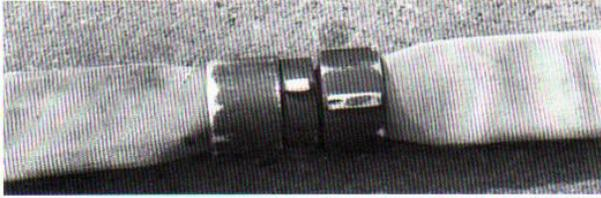

Figura 12.55 Si dos tramos de manguera están conectados, mantenga las caras planas en el mismo plano.
- Mantenga las caras planas de las mangueras en el mismo plano cuando conecte dos tramos de mangueras (véase la figura 12.55). El alineamiento de las orejas de las conexiones es indiferente.